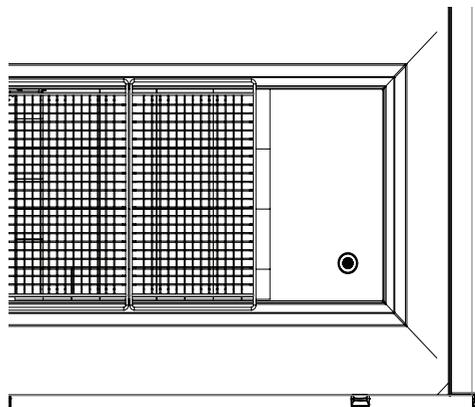

Рис. 17
***По этой причине важно регулярно контролировать чистоту сливного фильтра, рис. 17, отсутствие на нем грязи и мусора***